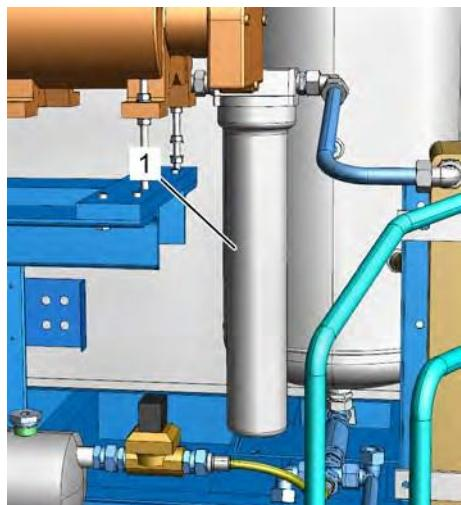

Рис. 45: Чашка фильтра
8. → Подготовьте приемную емкость, отвинтите чашку фильтра тонкой очистки (Рис. 45/1) и спустите воду.